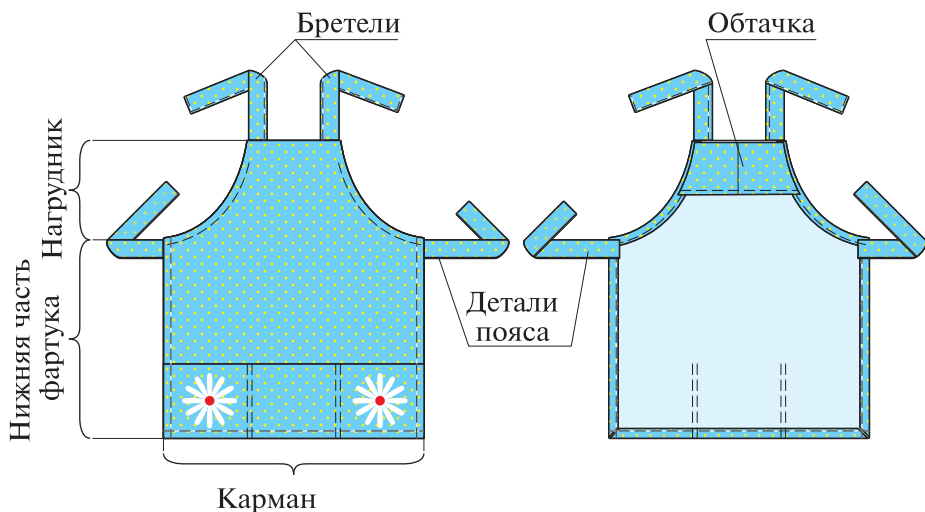

Рис. 6.28. Фартук цельнокроеный
2. Зарисуйте в тетради (альбоме) эскиз модели фартука (рис. 6.28). Выполните описание своей модели (см. пример).
Пример описания модели фартука. Фартук цельнокроеный из хлопчатобумажной ткани (рис. 6.28), состоящий из основной детали, обтачки, кармана, бретелей и пояса. Художественное оформление фартука тесьмой, вышивкой или аппликацией.